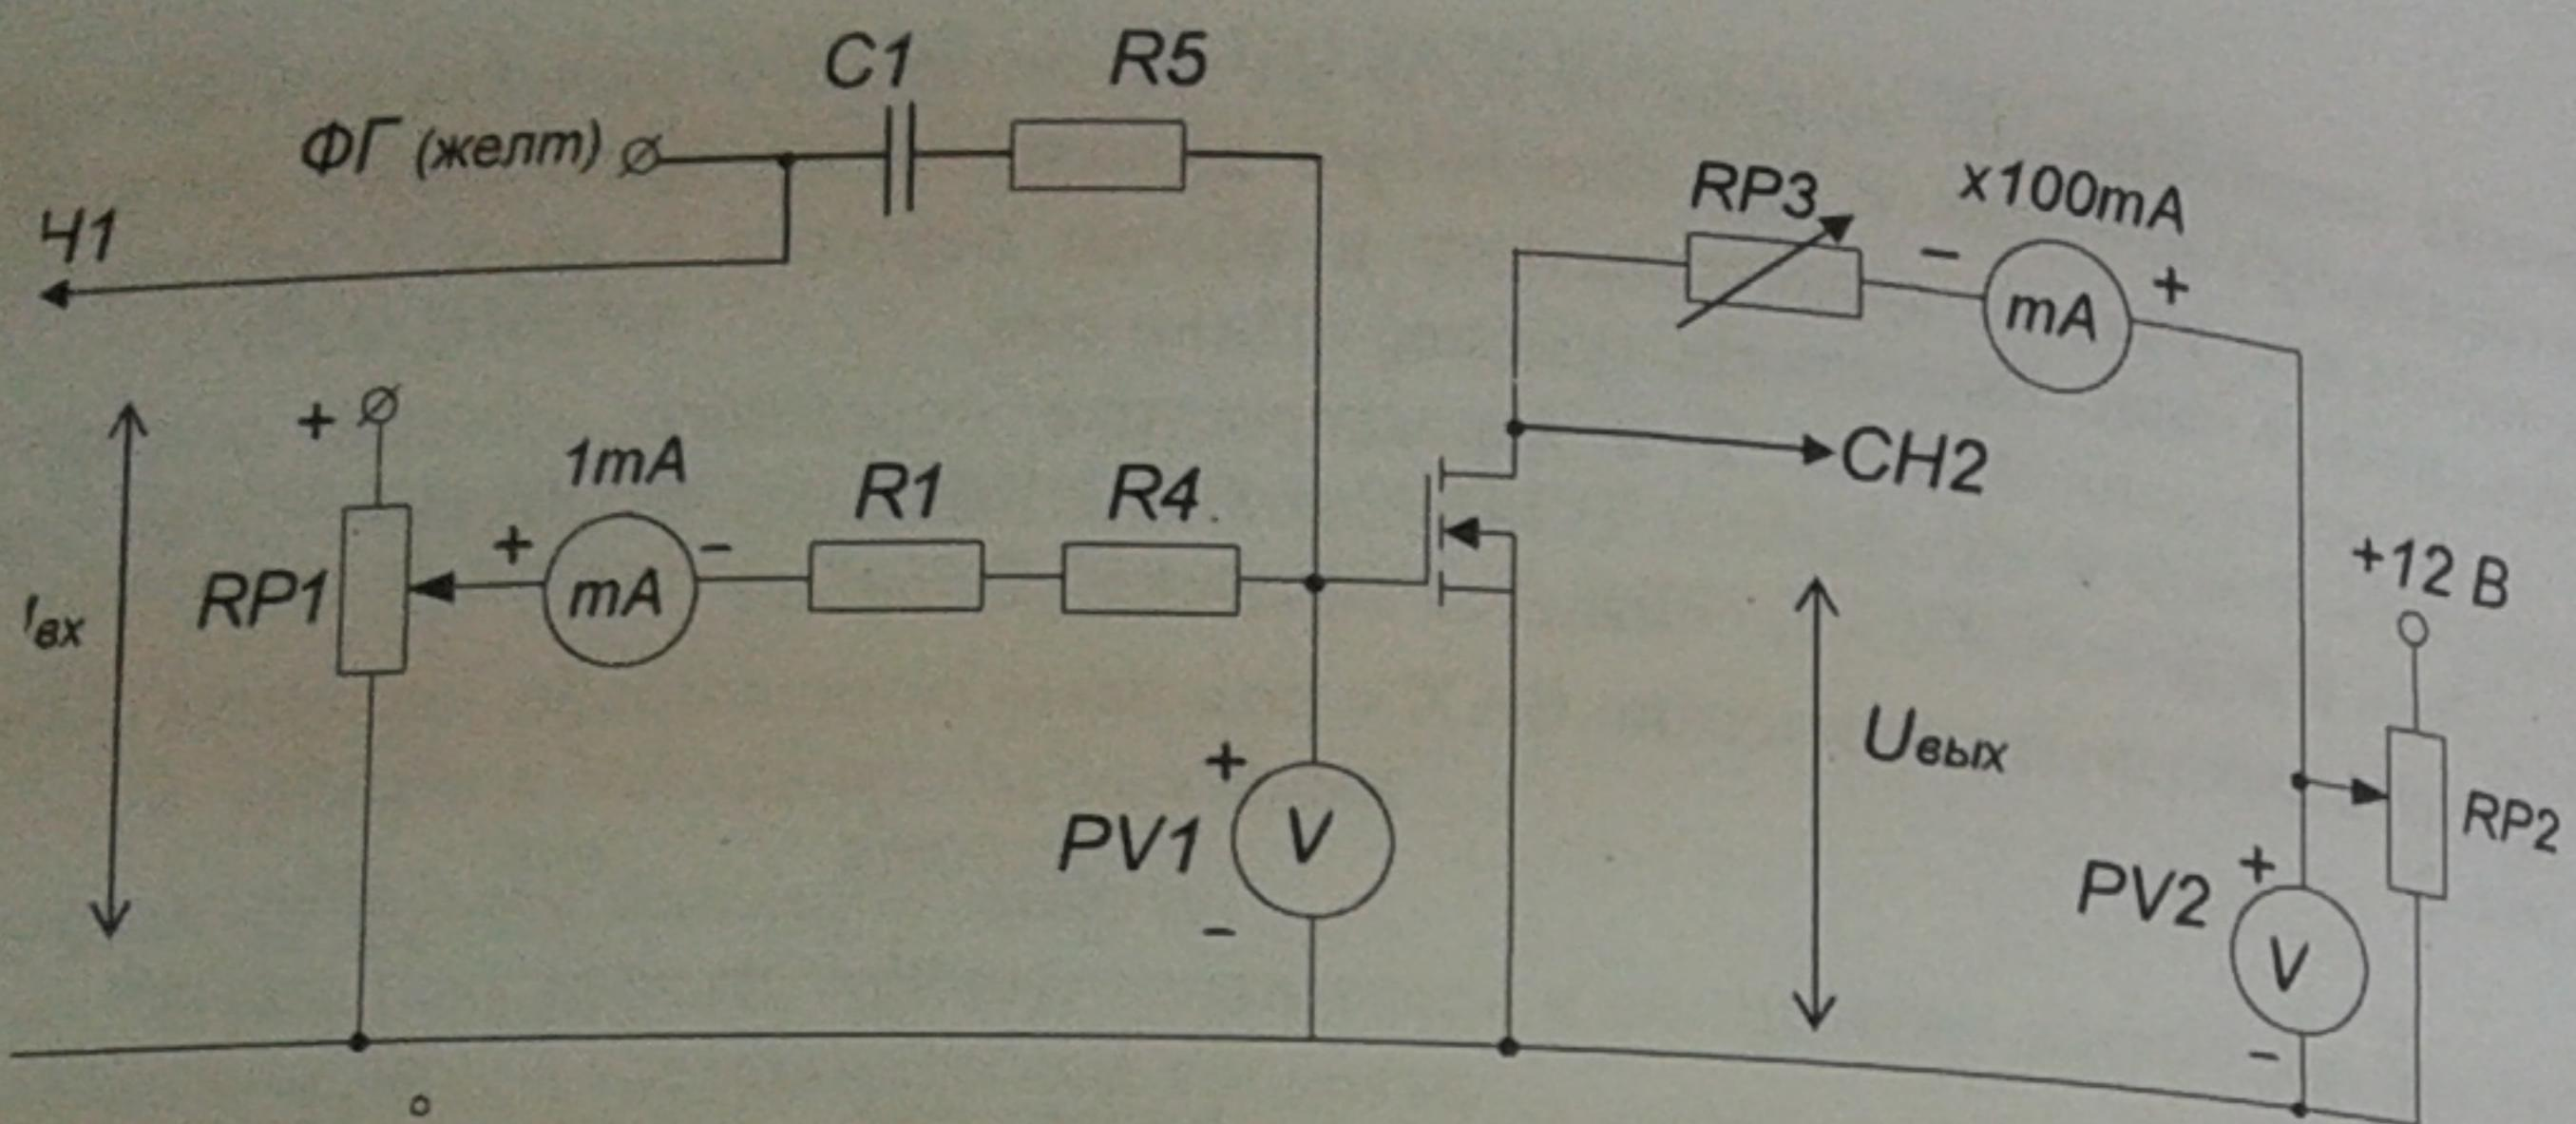

Рис. 3.
- собрать схему для исследования усилительного каскада (рис. 3).